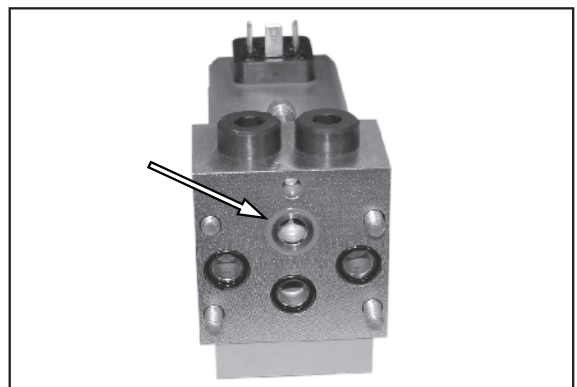

Figura 45.
3. Consulte la Figura 45. Retire la válvula de 2 posiciones/4 vías. Limpie e inspeccione las juntas tóricas. Reemplace según se necesite.